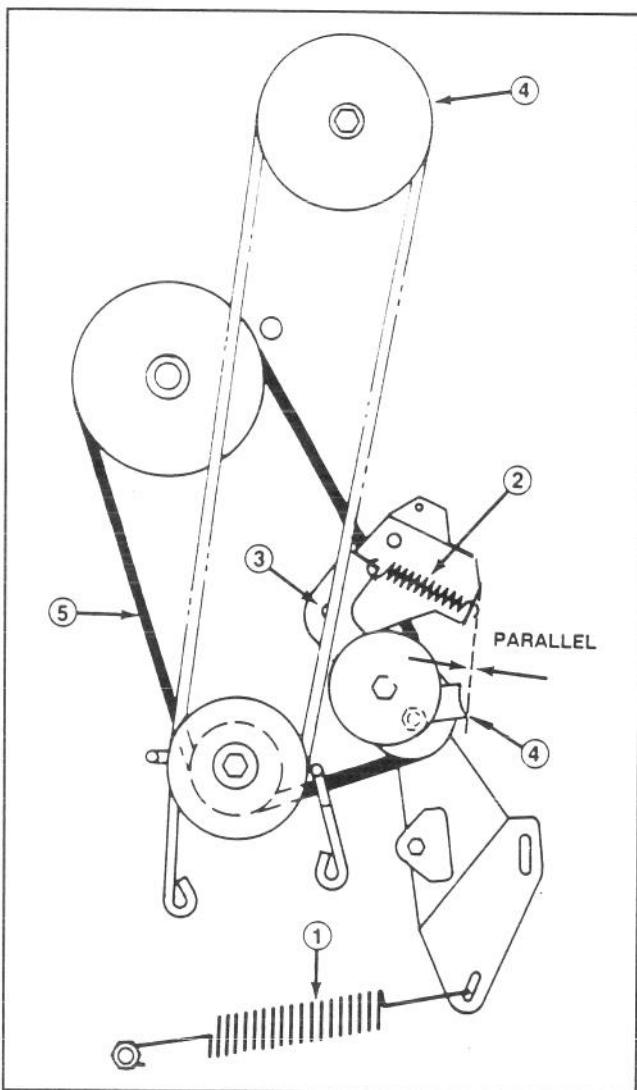

Figure 20
7. Décrocher le gros ressort de traction, de la vis de montage (Fig. 20). Etre prudent en décrochant le ressort, celui-ci est tendu à fond.
8. Décrocher le ressort de la poulie de tension, de la patte de la poulie (Fig. 20).
9. Enlever le contre-écrou et la rondelle retenant la patte de la poulie au châssis et enlever la patte (Fig. 20).
10. Desserrer le contre-écrou de la poulie, jusqu'à ce que le guide de la courroie soit enlevé (Fig. 20). Enlever la courroie de toutes les poulies.
- Remarque:** Au moment de remettre le guide de la courroie sur la poulie de tension, s'assurer que le bord du guide est parallèle à la courroie, comme cela est illustré à la Figure 20.